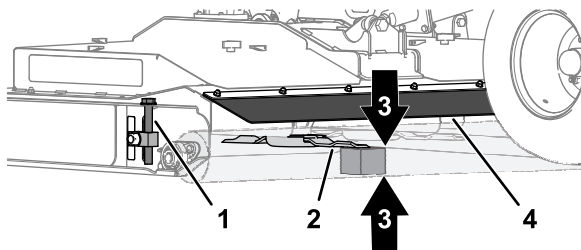

Bild 74
1. Arbeiten Sie an der Rückseite des Mähwerks, heben Sie hierzu die hintere Klappe an und setzen Sie den 51 mm Holzblock zwischen dem hinteren Ende des mittleren Mähmessers und dem Boden ein (Bild 74).